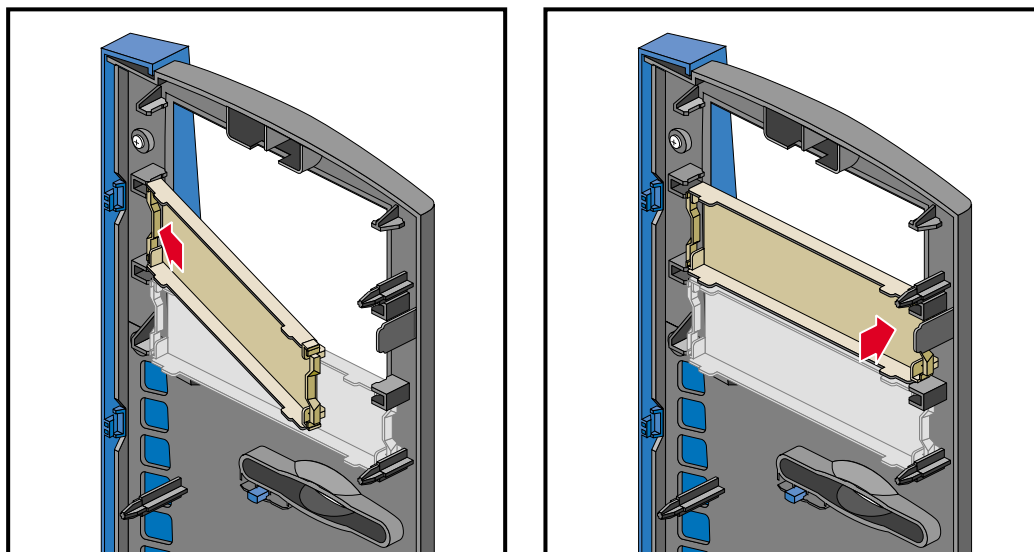

Figura 2-10 Instalación de la tapa de cierre de la cubierta
- Para instalar una tapa de cierre, introduzca un extremo en las muescas de sujeción y, a continuación, presione el otro extremo hasta que encaje a presión en su lugar. En la Figura 2-10 se muestra este procedimiento.